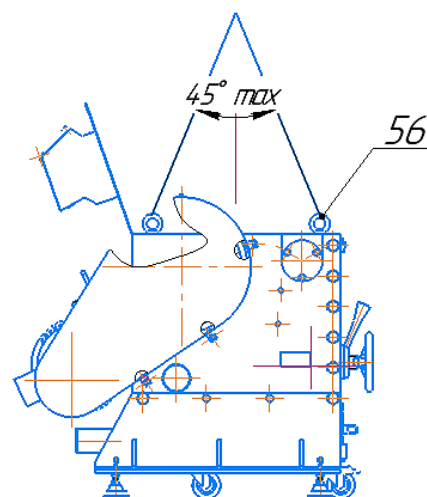

Рис. 6 Схема строповки
**ВНИМАНИЕ!** Строповку при погрузочно-разгрузочных работах осуществлять за рым-болты 56 (рис. 6). Перед началом строповки откинуть загрузочный бункер.
Смазать втулки осей рычага (Рис. 6, поз.1). Смазку произвести через пресс-масленку смазкой Литол-24 Проверить состояние втулок основания 13 и втулок рычага 61 и 62